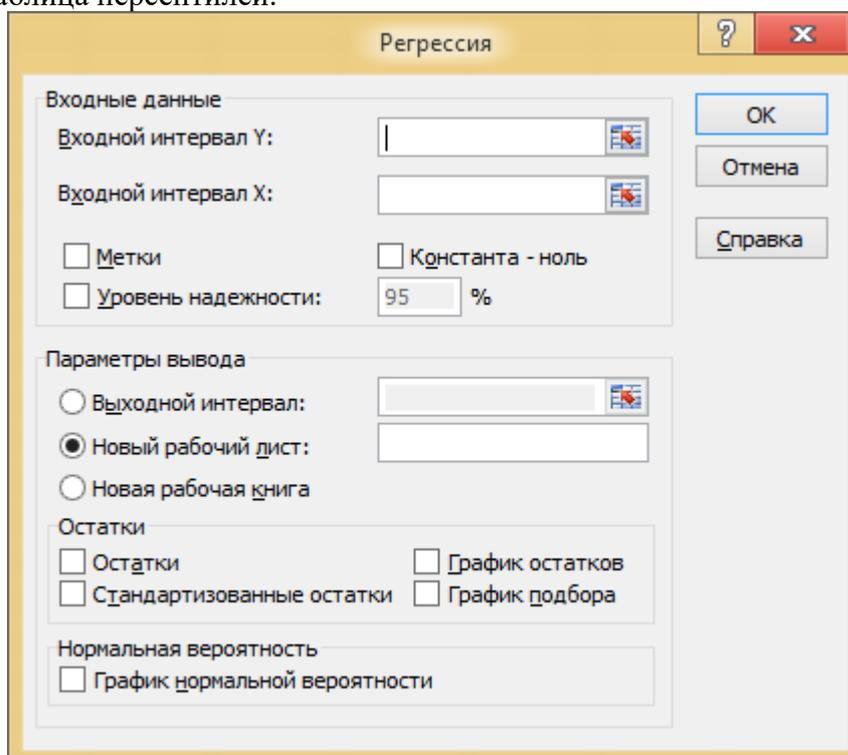

Рисунок 7.4 – Диалоговое окно «Регрессия»
13. С помощью пакета сервисных программ Анализ данных (команда Регрессия) (рисунок 7.4), выполнить линейный регрессионный анализ итоговой выручки магазинов в зависимости от выручки каждого магазина. Регрессия используется для анализа воздействия на отдельную зависимую переменную значений одной или более независимых переменных. В результате на листе MS Excel формируется пять таблиц: таблица регрессионной статистики (оценка корреляционной связи), таблица дисперсионного анализа (оценка правомерности модели линейной регрессии), таблица параметров модели и их статистических оценок, таблица расчетных значений по модели регрессии, значений остатков (разность статистических и расчетных регрессионных значений) и таблица перцентилей.